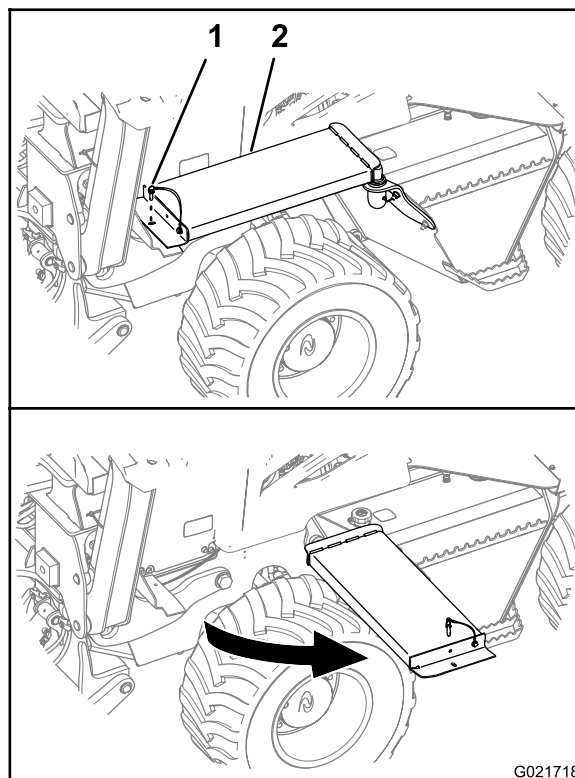

Рисунок 35
- A. С левой стороны машины снимите стопорный штифт с переднего конца пешеходных мостков (Рисунок 35).
- B. Отведите пешеходные мостки в сторону от машины, как показано на Рисунок 35.
- A. Поверните передний конец пешеходных мостков в его исходное положение (Рисунок 35).
- B. Совместите отверстие в пешеходных мостках с отверстием в опорном кронштейне мостков (Рисунок 35).